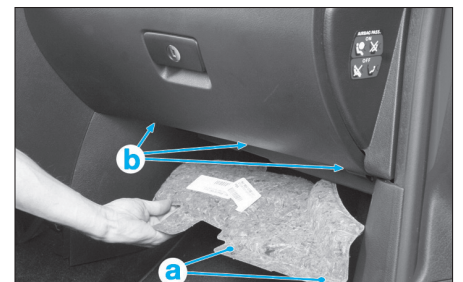

Fig. 5
- Enlever les 2 agrafes (a) maintenant l'insonorisant passager pour le déposer puis dévisser les 3 fixations à empreinte Torx de 20 (b) de la partie inférieure de la boîte à gants (Fig.5).